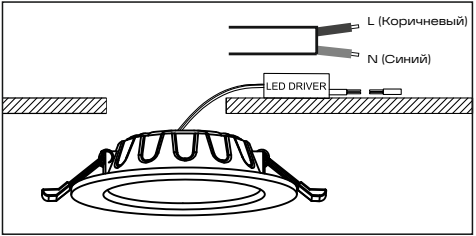

Рис. 2
- 5.12 Выполните электрическое подключение осветительного прибора согласно рис.2.